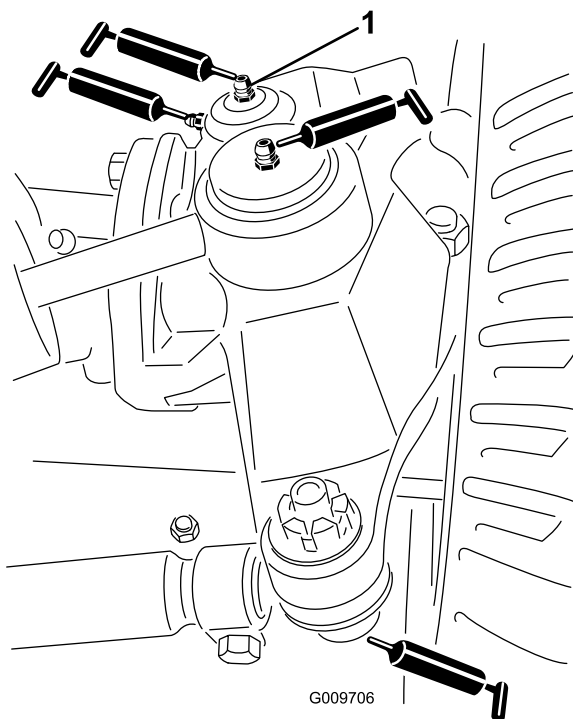

Рисунок 48
- Шаровые опоры гидроцилиндра рулевого управления (2 шт.) (Рисунок 48)
- Шаровые опоры стяжной тяги (2 шт.) (Рисунок 48)
- Втулки поворотных шкворней (2 шт.) (Рисунок 48). **Верхнюю масленку на поворотном шкворне следует смазывать только раз в год (2 хода насоса).**